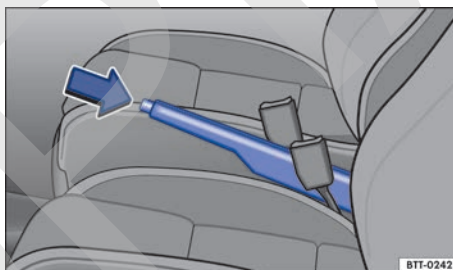

Fig. 91 Entre los asientos delanteros: palanca del freno de estacionamiento.
- Tirar de la palanca del freno de estacionamiento hacia arriba con la tecla de bloqueo presionada → fig. 91 (flecha).
- Tirar de la palanca del freno de estacionamiento un poco hacia arriba y presionar la tecla de bloqueo → fig. 91 (flecha).